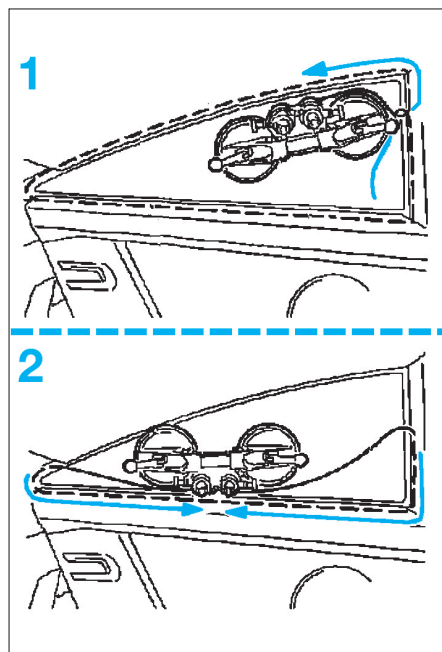

FIG. 79
- Couper le joint de colle dans le sens indiqué (fig. 79).